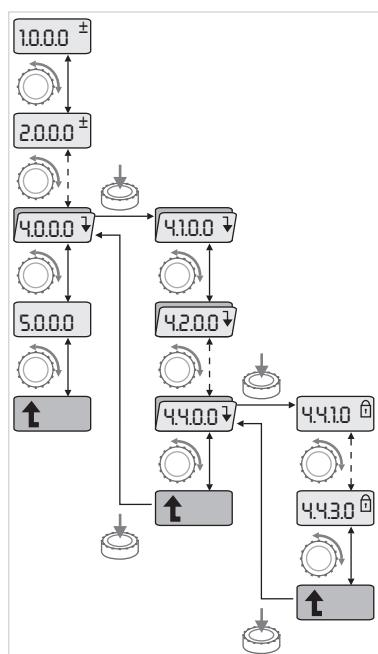

Fig. 43: Navigasjonseksempel
- Generell navigasjon i menyen gjøres på følgende måte (eksempel se Fig. 43):